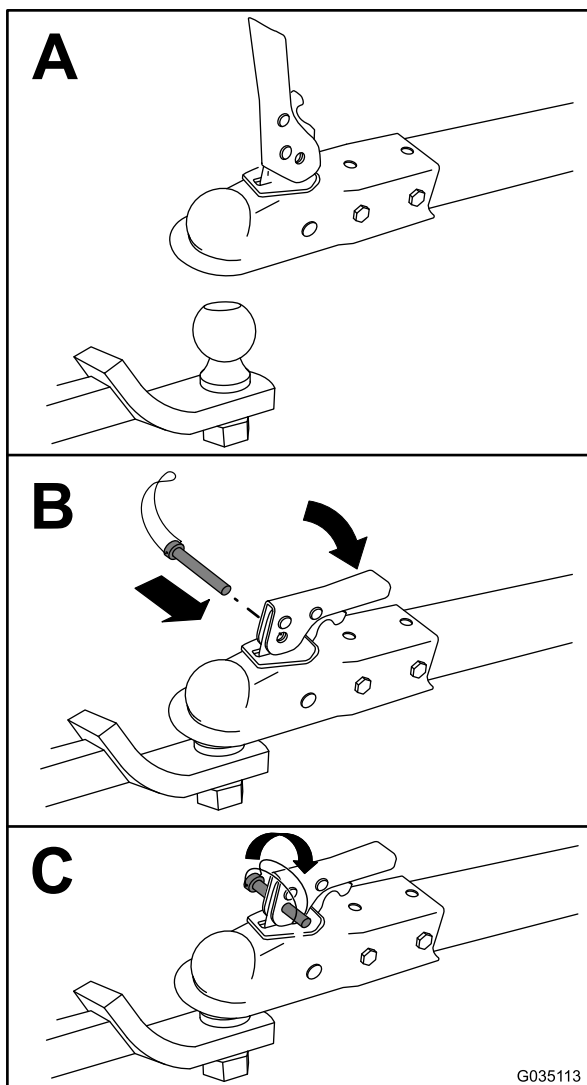

Figure 15
7. Attachez la machine comme montré à la Figure 15.